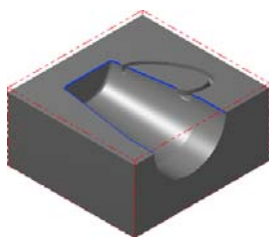

图 21.31 绘制边界 2
Step2. 绘制边界 2。参照 Step1 的操作方法，完成其余曲面边界曲线的创建，结果如图 21.31 所示。